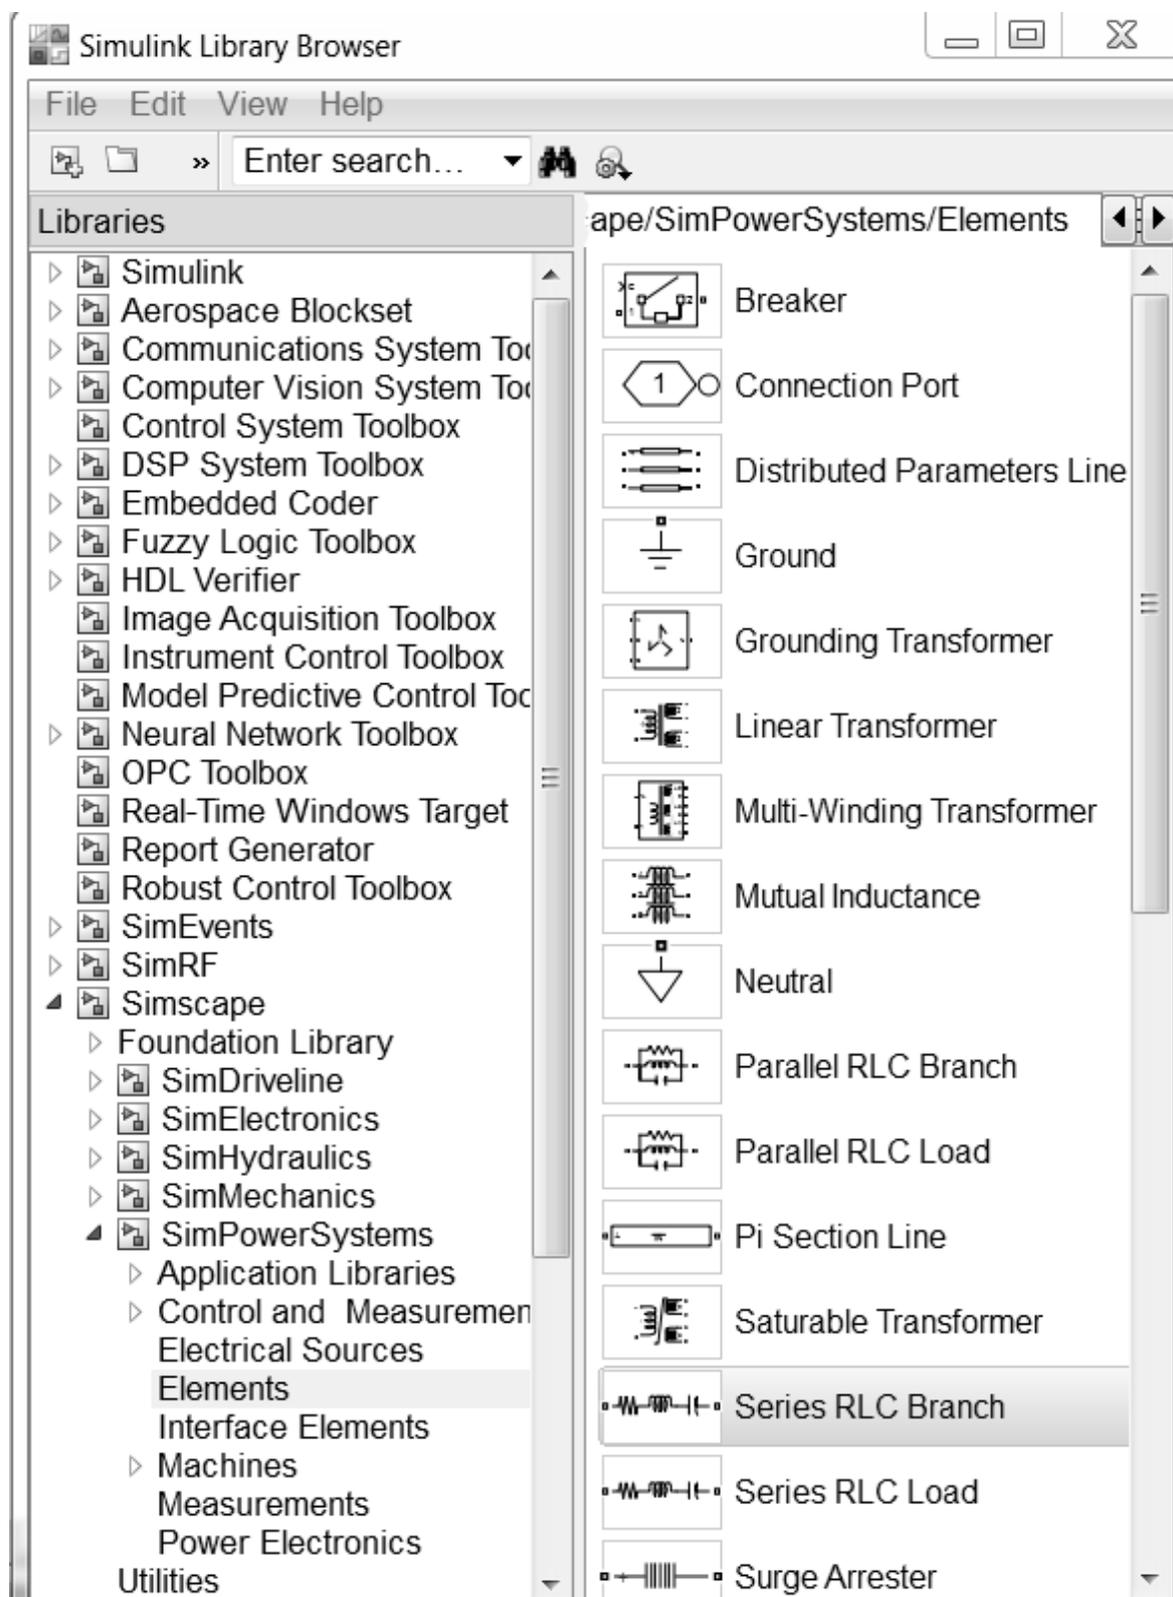

Рисунок 22
– элементы из раздела **Elements** библиотеки **SimPowerSystems** (рисунок 22), включающие в себя различные электротехнические элементы;